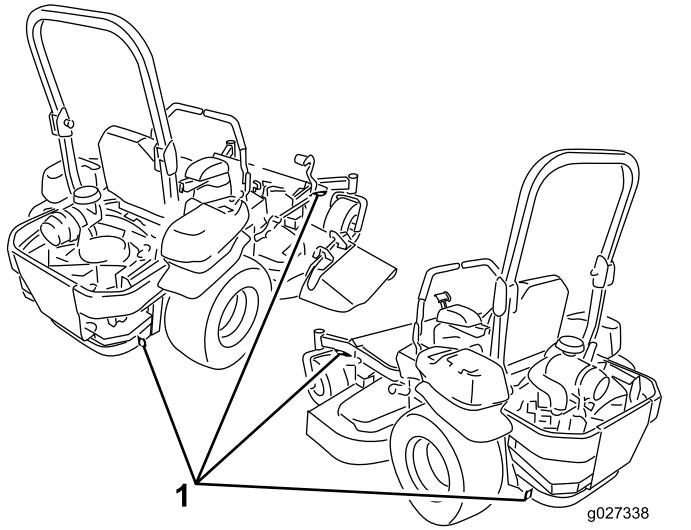

Bild 46
6. Vergurten Sie die Maschine in der Nähe der vorderen Laufräder und der hinteren Stoßstange mit Riemen, Ketten, Kabeln oder Seilen (Bild 46). Halten Sie die örtlichen Vorschriften für die Vergurtung ein.